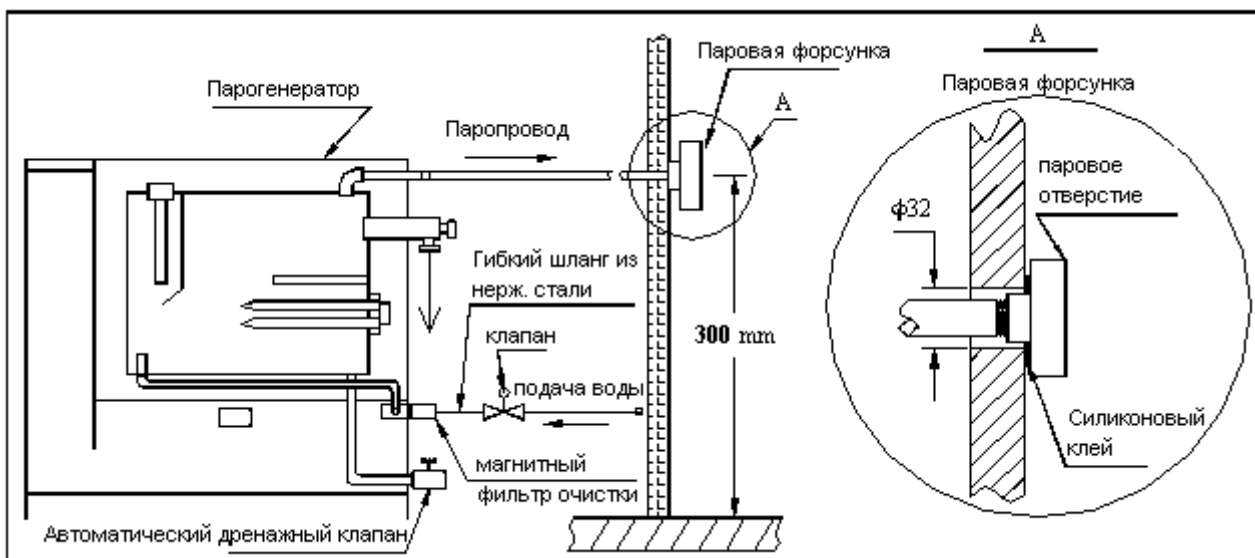

Рисунок 7
- Установка всех соединений паропровода должна быть проведена до момента герметизации стены (см. рисунок 7).